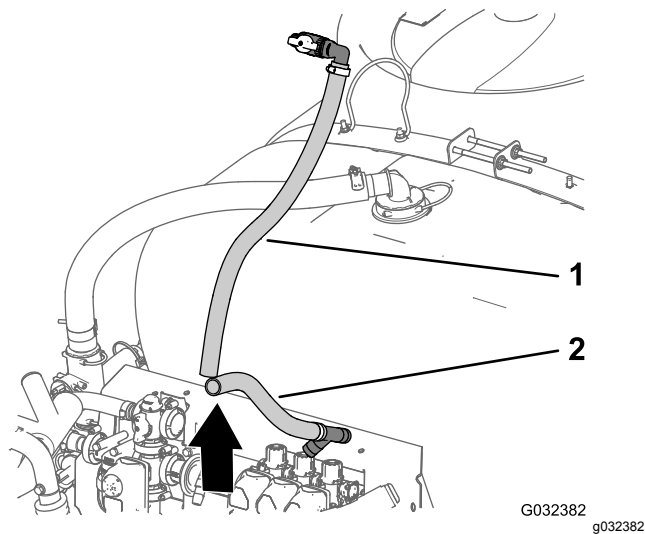

**Рисунок 53**
- Снимите держатель, который крепит отсечной клапан к соединителю на наружной стороне перепускного клапана (для клапана правой секции стрелы), и отделите клапаны друг от друга (Рисунок 53).